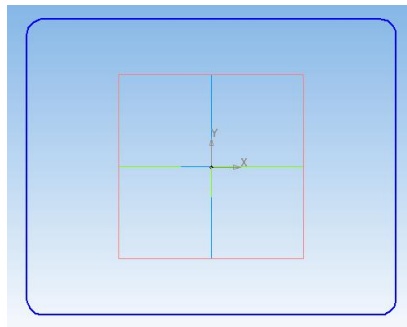

Рис. 2
5. Выберите кнопку **Скругление**  и установите радиус скругления **4.0 мм.** (рис. 2).